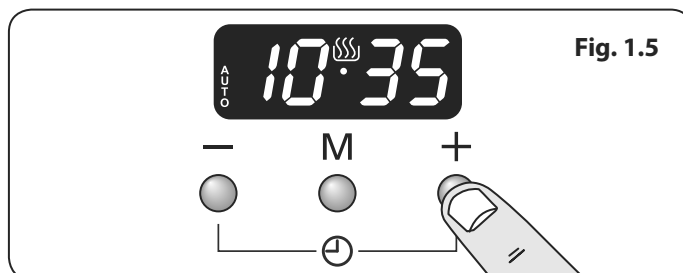

Fig. 1.5
2. Sélectionner l'« heure d'arrêt » à l'aide des boutons [+] ou [-]. L'écran indiquera l'heure ainsi que les symboles AUTO et Cuisson (**Fig. 1.5**).